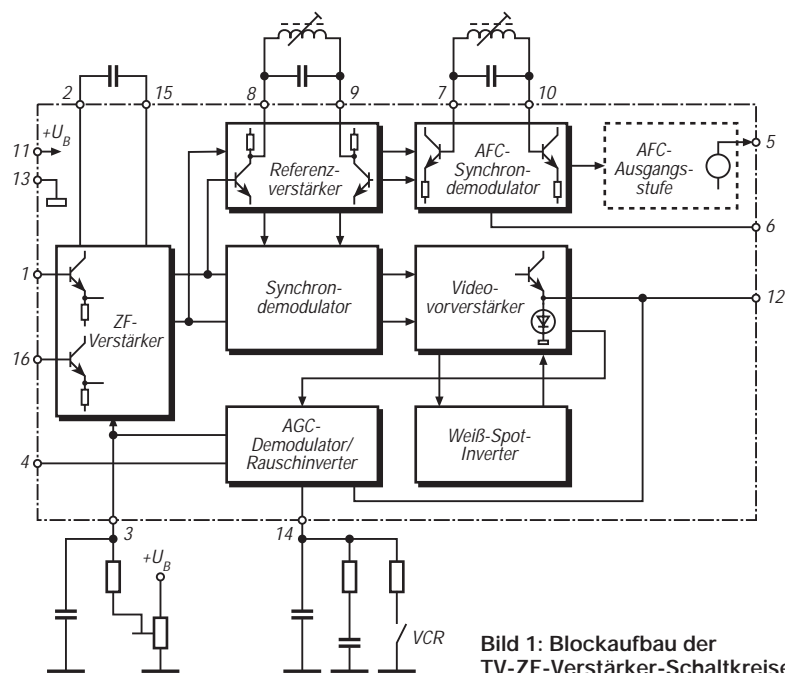

Bild 1: Blockaufbau der TV-ZF-Verstärker-Schaltkreise
Der Sender (Bild 1) besteht aus zwei hauptsächlich mit SMD-Bauelementen bestückten Leiterplatten, einer für den Oszillator (OSZ) und einer für den „Leistungsverstärker“ (PA), beide auf der Bestückungsseite verzinnt und je 1,5 mm dick.